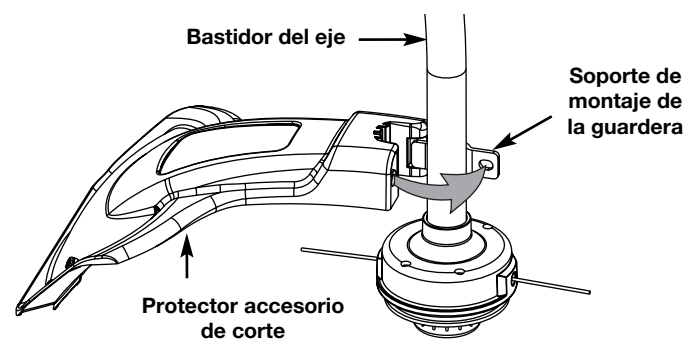

Fig. 17
- Coloque el protector del accesorio de corte en el bastidor del eje. Cerciórese de que el soporte de montaje de la guardera se deslice en la ranura situada en el borde del protector de corte. Gire el protector en sentido antihorario hasta que quede en su lugar (Fig. 17). Los orificios en el soporte de montaje de la guardera y el protector del accesorio de corte se alinearán.